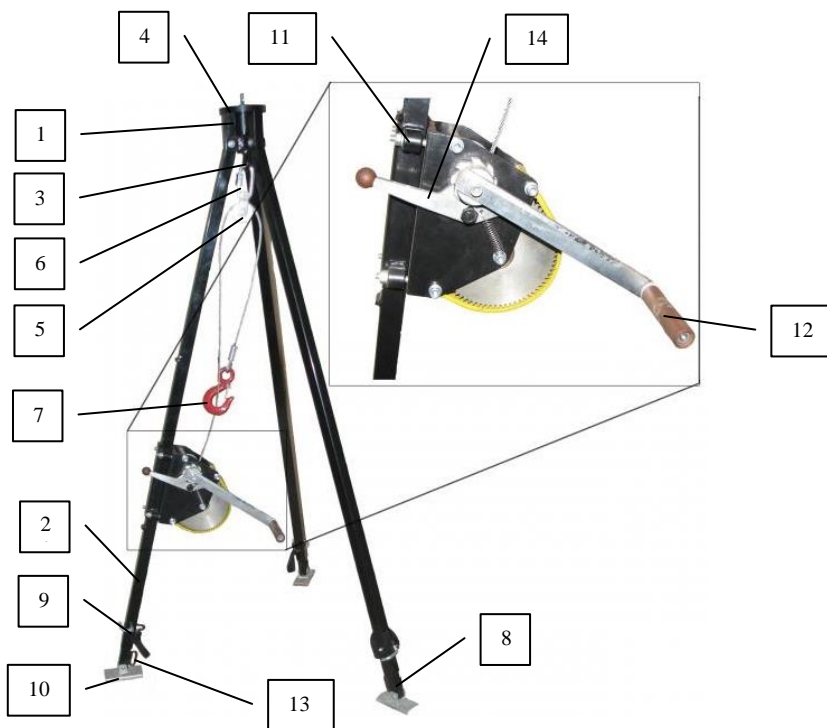
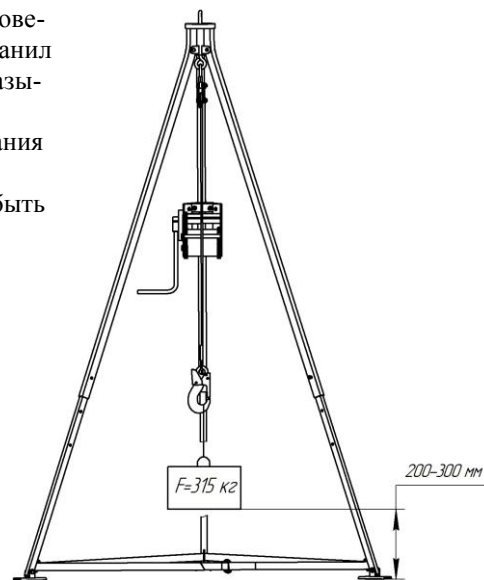

Рис. 1
Рис. 2:
Трипод ТМ-1л представляет собой переносной, временный элемент постоянной конструкции (см. рис.1). *Штатив* служит опорой средствам индивидуальной защиты. *Лебедка* является подсистемой спасательной системы, с помощью которой человек поднимается спасателем из нижнего положения на более высокое. Трипод ТМ-1л относится к группе средств защиты от механических воздействий, подгруппе защиты от падения с высоты. Класс риска 2, климатический регион от IA до IV.
Трипод ТМ-1л состоит (см. рис.1) из штатива и лебедки. Головная часть штатива состоит из несущей втулки с тремя кронштейнами (1), в которые шарнирно установлены стойки (2). Внутри втулки установлен центральный винт (3) с верхним резьбовым концом, предназначенным для установки фиксирующей крышки (4), и кольцом, в которое посредством соединительного элемента (6) установлен блок (5). Трос лебедки (если она есть в комплекте) должен быть перекинут через блок (5) и находится в его ручье. На конце троса установлен карабин (7) для присоединения амортизатора или нагрудного, или наспинного крепежного элемента страховочной или спасательной привязи.
Стойки штатива выполнены из металлических прямоугольных труб и состоят из двух частей (см. рис. 1): внешней (2) (верхней) и внутренней (8) (нижней). Телескопическая конструкция стоек делает возможной регулировку высоты трипода. Блокировочные штифты (9) служат для фиксации внутренних частей стоек, выставленных из внешних частей стоек на необходимую рабочую длину. Фиксирующая крышка блокирует стойки и служит для удержания их в раздвинутом положении. Стойки штатива имеют стальные подвижные самоустанавливающиеся подошвы (10), снабженные зубьями, которые предотвращают перемещение стоек при установке на скользкой, например, обледенелой поверхности. Лебедка крепится к штативу посредством двух кронштейнов (11). Работник, обслуживающий лебедку, с помощью вращающейся рукоятки (12) опускает или поднимает работника, закрепленного к карабину троса лебедки, одновременно подстраховывая его при возникновении какой-либо опасной ситуации. Конструктивные особенности и устройство лебедки указаны в паспорте на лебедку. Предохранительная лента (на рисунке не показана), проведенная через овальные кольца (13) нижней части стоек штатива, предотвращает неконтролируемое передвижение стоек.
4. Указания по эксплуатации: перед вводом в эксплуатацию и в процессе эксплуатации через каждые 6 мес. потребитель должен подвергать трипод испытанию на статическую нагрузку, равную 3,15 кН (315 кгс), по следующей методике (рис. 2): трипод должен быть установлен в верхнее рабочее положение - максимальная высота - внутренние стойки выдвинуты на последние регулировочные отверстия, расставлены и зафиксированы, канат лебедки перекинут через блок и находится в его ручье. Нагрузка 3,15кН (315кг), должна прикладываться к крюку чалочному лебедки, а в случае, когда трипод не укомплектован лебедкой, к блоку (поз.5, рис. 1). Ручей блока рассчитан на установку каната диаметром 5 мм. Если применяется испытательный груз, он должен быть поднят на высоту 200-300 мм. Время проведения испытания 10 мин. Допускается применение других схем испытаний (закрепление карабина лебедки через крепежные скобы динамометра к анкерному фундаментному болту и т.п.) при соблюдении величин и направлений приложения испытательных усилий.
Работа с лебедкой: вращение рукоятки лебедки против часовой стрелки, когда нажат рычаг отключения тормоза (поз. 14, рис. 1) - при опускании работника вниз; при подъеме работника вверх - вращение рукоятки по часовой стрелке и наматывание троса на барабан. После прекращения вращения рукоятки тормозной механизм не допускает вращения барабана лебедки. При подъеме и опускании работника необходимо не допускать раскручивания его вокруг вертикальной оси или маятниковое раскачивание. Работник, опускающийся в колодец или другое сооружение, должен иметь возможность общаться с работником, приводящим лебедку трипода в действие для того, чтобы в случае возникновения опасности, его можно было немедленно эвакуировать. При опускании работника на максимальную длину троса лебедки необходимо оставлять, как минимум, 1,5 оборота троса на барабане не размотанными. При холостой размотке троса необходимо подтягивать его рукой, т.к. лебедка не оснащена механизмом натяжения каната.